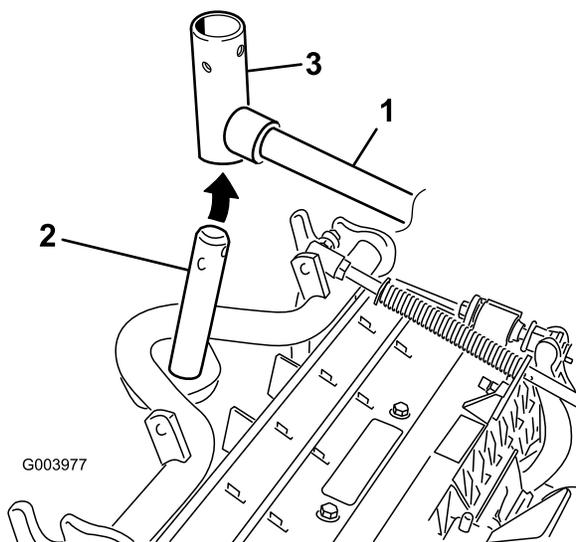

Рисунок 11
8. В случае передних режущих блоков передвиньте режущий блок под подъемным рычагом, одновременно вставляя вал несущей рамы вверх в вилку оси поворота подъемного рычага (Рисунок 11).
В. Вставьте вилку подъемного рычага в вал несущей рамы (Рисунок 11).